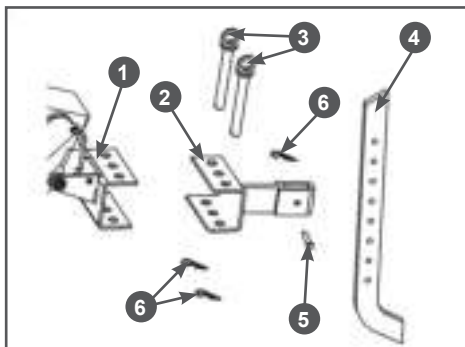

Рис. 11 Установка сошника
3. Установите в кронштейн 1 рамы мотоблока кронштейн 2 сошника (Рис. 11). Совместите отверстия в кронштейнах рамы и сошника и вставьте пальцы 3. Зафиксируйте пальцы 3 шплинтами 6 (Рис. 11).
- Установите сошник 4 в кронштейн 2 сошника (Рис. 11). Вставьте сошник между пластинами кронштейна, совместите нужное отверстие в сошнике с отверстием в кронштейне и вставьте палец 5 крепления сошника (Рис. 11). Зафиксируйте палец шплинтом 6 (Рис. 11).